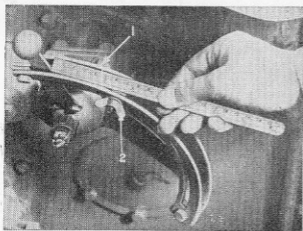

Bild 21.
2. Lossa de fyra skruvarna (1, bild 21), som hålla fast manöverspakens segment. Observera att hålen i segmentet äro avlänga.
3. Sätt säkerhetsstop-pet (2, bild 21)
6. Drag till de fyra skruvarna (1, bild 21) igen och kontrollera avståndet för sänkning ånyo.